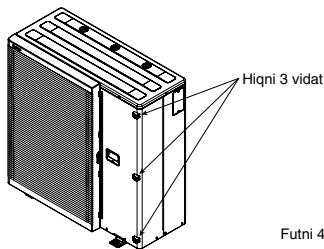

Fig. 6-1
- Hiqni 3 vidat e fiksuara në pllakën e përparme të kabinetit. (Fig. 6-1)